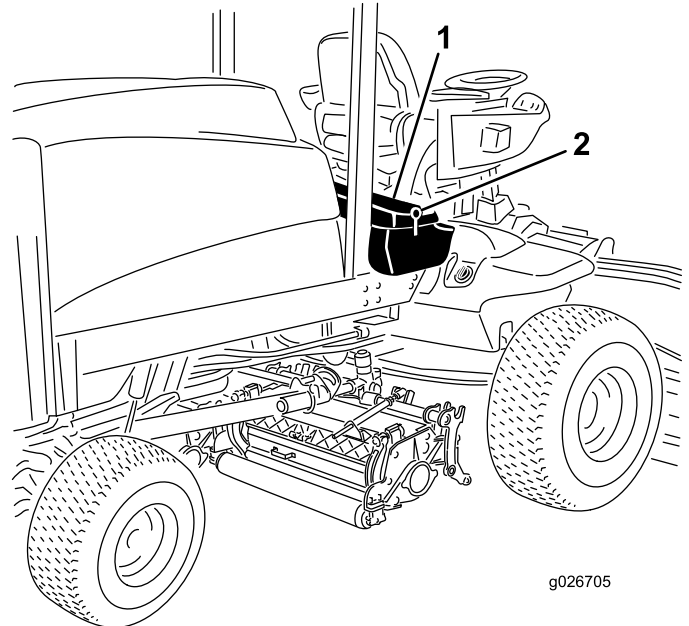

Figura 60
1. Desenganche y levante el panel de la consola del operador (Figura 60).